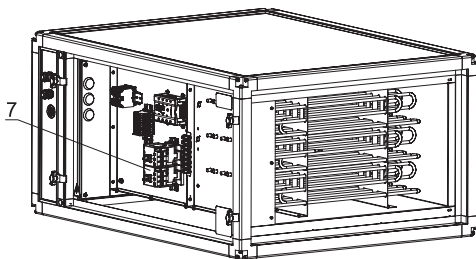

Рисунок 22.1
Возможно исполнение электронагревателя со встроенной автоматикой (7). Отсек со встроенной автоматикой состоит из оборудования управления и защиты с возможностью управления одной ступенью посредством ШИМ (широотно-импульсная модуляция) (рис. 22.1).